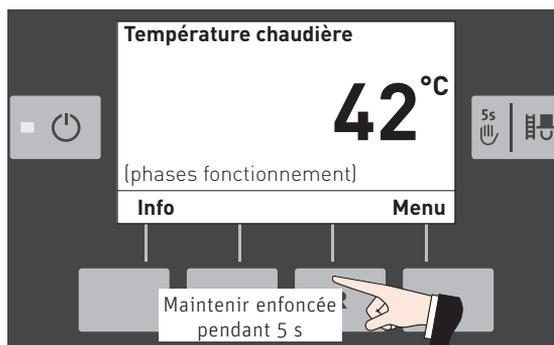

Fig.103
- lorsque sur l'affichage standard, la touche « R » est maintenue enfoncée pendant 5 secondes – Fig.103;